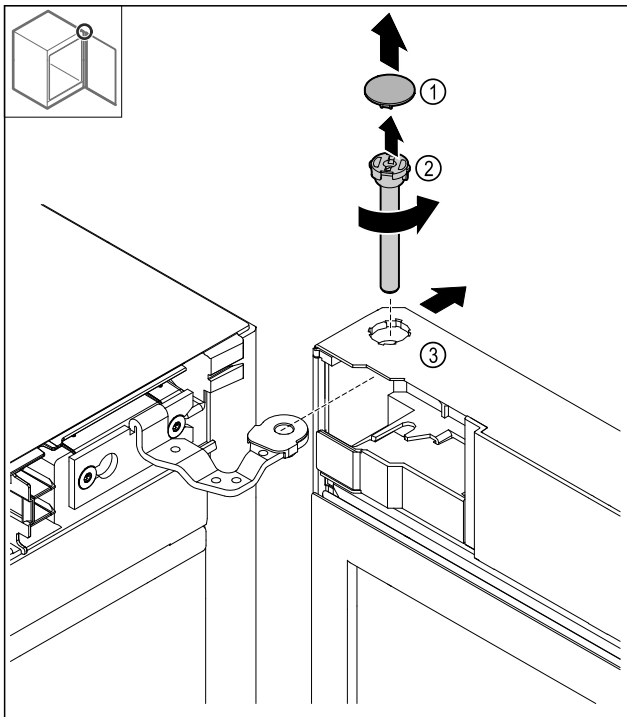

Fig. 18
- ▶ Nuimkite dengiamąją plokštelę Fig. 18 (1).
- ▶ Atlaisvinkite kaištį Fig. 18 (2) prieš laikrodžio rodyklę ir ištraukite.
- ▶ Šiek tiek paverskite duris Fig. 18 (3).